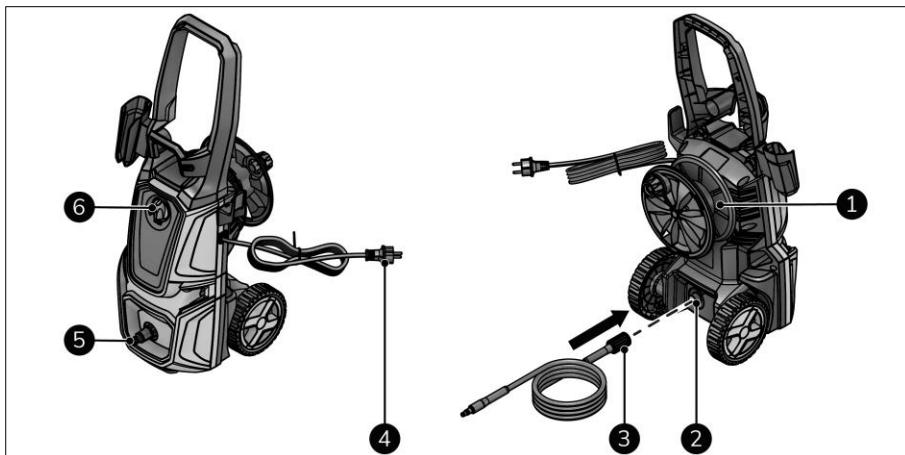

Figure 10
2. Assurez-vous que le commutateur MARCHE(1) / ARRÊT(0) est en position ARRÊT(0) (figure 10, pos. 6).
3. Insérez la fiche d'alimentation (figure 10, pos. 4) dans une prise reliée à la terre et facilement accessible.
4. Uniquement pour la première utilisation : retirez le couvercle protecteur de sortie d'eau à haute pression (figure 10, pos. 2).
5. Déroulez le tuyau d'eau haute pression de l'enrouleur (figure 10, pos. 1).
6. Vissez le tuyau haute pression (figure 10, pos. 3) à la sortie d'eau haute pression.
7. Raccordez l'alimentation en eau à l'appareil (figure 10, pos. 5).